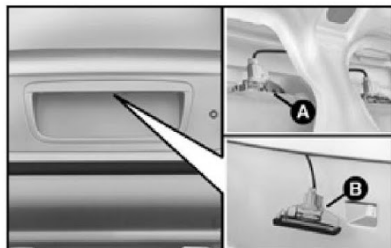

fig. 32
Siena Fire Flex fig. 32
1) levantar a tampa traseira. No lado interno da mesma se tem acesso aos dois porta-lâmpadas **fig. 32**.
2) retirar os porta-lâmpadas forçando levemente com uma chave de fenda no ponto **A-fig. 32**.
3) retirar a lâmpada do soquete, puxando-a **B-fig. 32**.